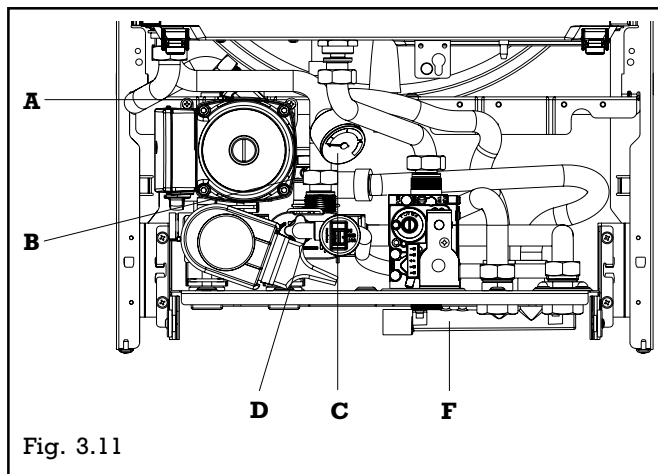

Fig. 3.11
- ouvrir de 2 ou 3 tours le bouchon du purgeur d'air automatique (A) (fig. 3.11)
- Dévisser le robinet de vidange de l'installation (D) en maintenant en place le coude du flexible d'évacuation pour éviter qu'il se déboîte, l'eau s'écoulera par le collecteur d'évacuation (F) (fig. 3.11)